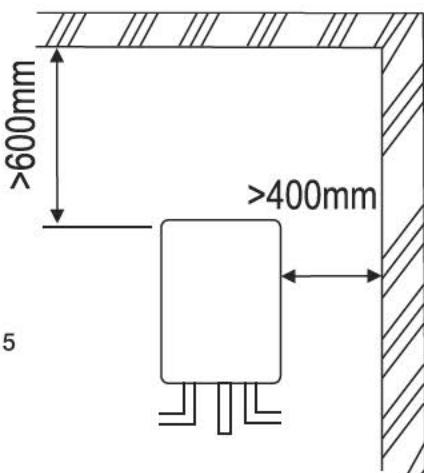

Fig. 5
- La distancia recomendada de instalación es de una separación mayor de 600mm del techo y 400mm de separación entre costado y paredes (Fig.5).